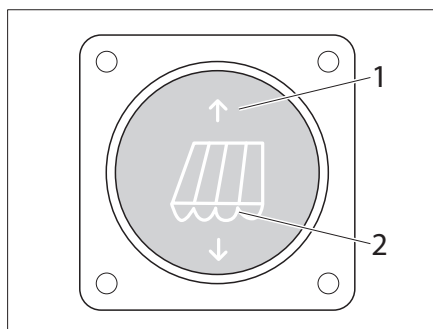
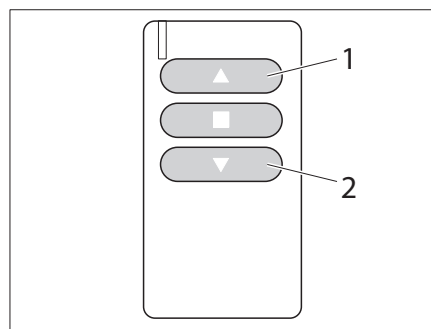

Fig. 42 Interruttore per tenda, elettrico
Fig. 43 Telecomando per tenda, elettrico
La tenda è disponibile anche in una versione con azionamento elettrico. Il comando avviene mediante l'interruttore (Fig. 42) oppure un telecomando (Fig. 43).
- Premere il tasto (Fig. 42/1) oppure il tasto (Fig. 43/1). La tenda si chiude.
- Premere il tasto (Fig. 42/2) oppure il tasto (Fig. 43/2). La tenda si apre.